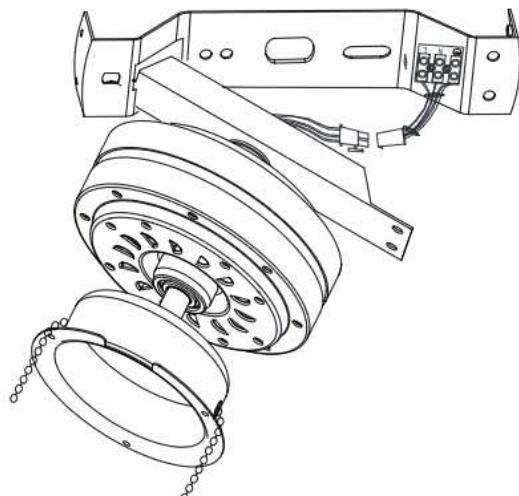

Fig. 5
- Na het aansluiten van de bedrading op de ophanghaak, kunt u de ventilatormotor en de bedrading aansluiten via de 4-portaal connectors.Fig.5.
2. Maak de bladen stevig vast met de 3 schroeven en zorg ervoor dat de 3 schroeven even vastzitten. Draai de schroeven niet te ver door aangezien dit de bladen kan beschadigen. Herhaal dit proces voor alle bladen. Fig. 5.